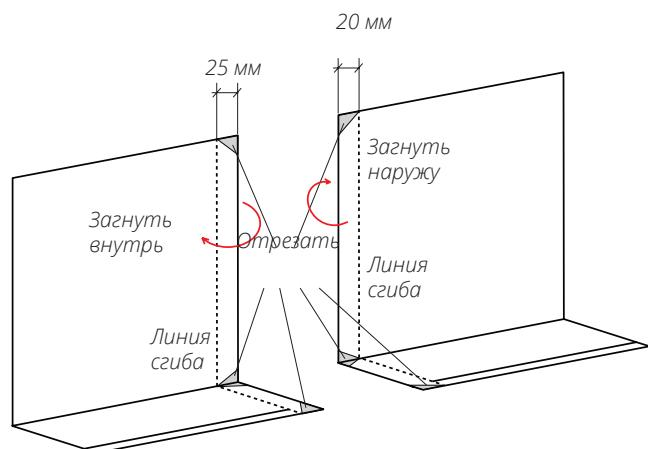

Рис. 20
- Более эстетичный вариант, позволяющий скрыть обрезную кромку, – вариант с загибами на стыкующихся краях (рис. 20).